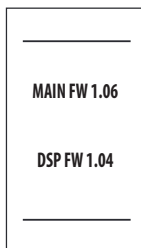

fig. 7 - Accensione / Versione software
- Durante i primi 5 secondi il display visualizza la versione software della scheda e del display (fig. 7 - *Accensione / Versione software*).